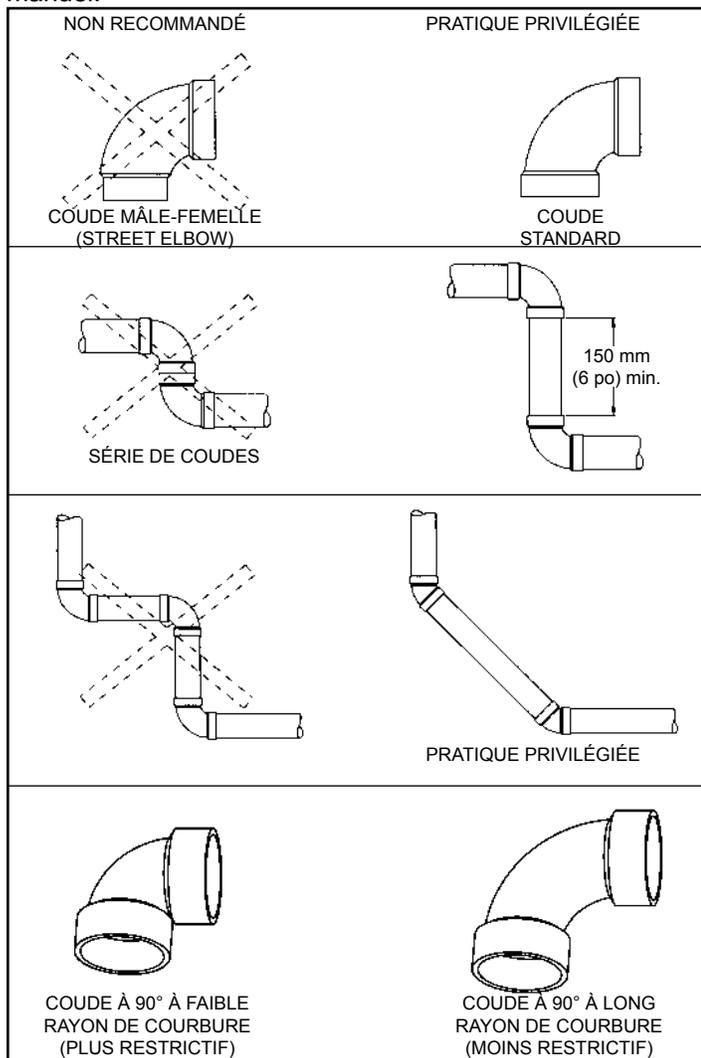

Figure 13
**Note:** les renseignements contenus dans la Figure 13 sont fournis à titre indicatif. Bien qu'ils cherchent à illustrer les meilleures pratiques en matière de ventilation, ils n'ont pas priorité sur les exigences du "Code d'installation du gaz naturel et du propane" CSA-B149.1, ou de tout autre code provincial ou national applicable.
4. Ne pas utiliser deux coudes à 90° "bout-à-bout"; ne pas utiliser de coudes mâle-femelle (street elbow). Il doit y avoir une section droite d'une longueur minimale de 150 mm (6 po) entre deux coudes consécutifs. Les coudes placés trop près l'un de l'autre et les coudes à faible rayon de courbure réduisent fortement la capacité d'évacuation du système. La Figure 13 présente des exemples de raccords de conduits d'évacuation.